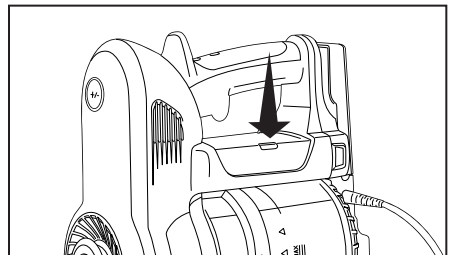

Fig. 4
2. Enchufe el cargador de la batería en la Estación de Almacenamiento/Carga y a un tomacorriente (fig. 3). La luz indicadora de la batería estará roja mientras la batería se esté cargando. Cuando la luz indicadora esté azul, la batería estará completamente cargada (fig. 4). El tiempo de carga es de 4-5 horas aproximadamente.